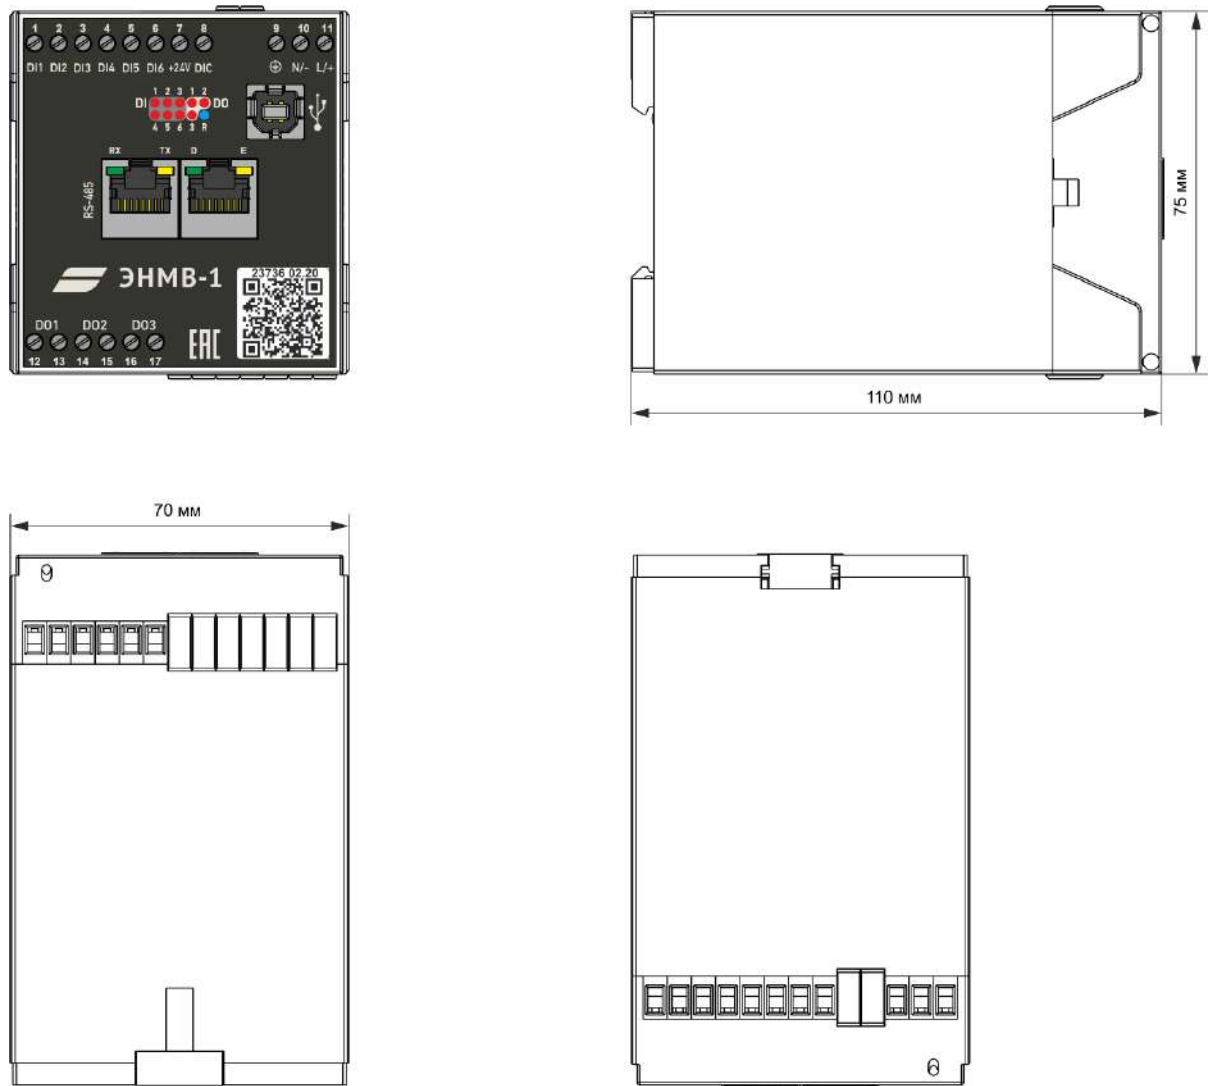

Рисунок 1.3. Габаритные размеры ЭНМВ-1-0/3R, ЭНМВ-1-6/3R
1.3.6 Габаритные размеры ЭНМВ-1-6/3R, ЭНМВ-1-0/3R приведены на рис. 1.3.